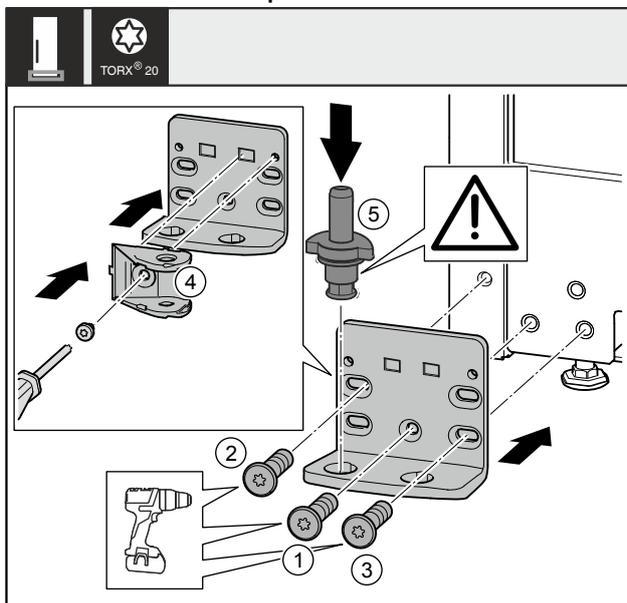

Fig. 36 *
- ▶ Lagerbock auf der anderen Seite ansetzen und mit Hilfe eines Schraubendrehers anschrauben. Mit Schraube Fig. 36 (1) unten in der Mitte beginnen.*
- ▶ Schraube Fig. 36 (2) und Schraube Fig. 36 (3) festschrauben.*
- ▶ Schließdämpferverbindung Fig. 36 (4) um 180° drehen. Auf der anderen Seite des Lagerbocks mit Schraubendreher anschrauben.*
- ▶ Lagerbolzen Fig. 36 (5) komplett einsetzen. Dabei darauf achten, dass der Rastnocken nach hinten zeigt.*